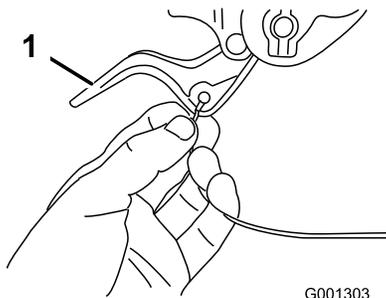

Bild 5
1. Verlegen Sie entweder das rechte oder linke Kabelende über den unteren Holm und stecken Sie das Kabelende in das Loch am entsprechenden Radkupplungshebel (Bild 5).